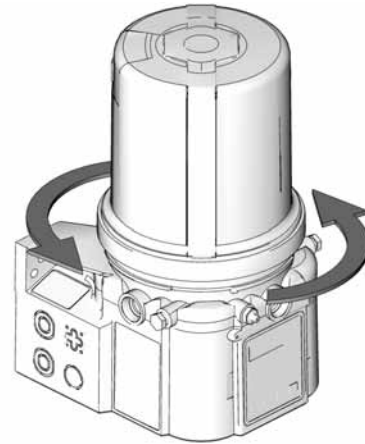

ABB. 2
3. Legen Sie einen Bandschlüssel um den Speicherbehälter und drehen Sie ihn um eine Viertelumdrehung entgegen dem Uhrzeigersinn (ABB. 2).